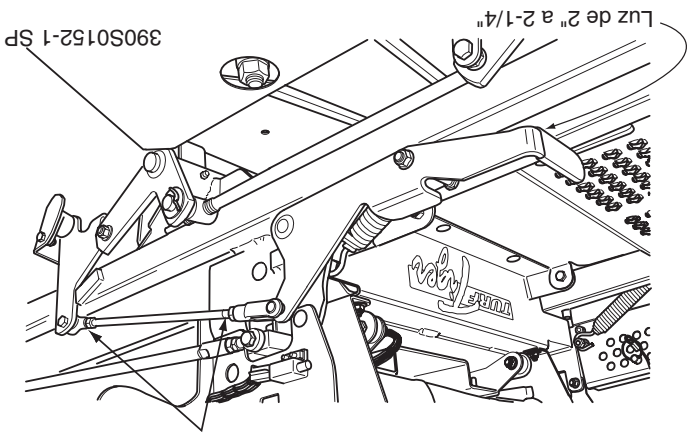

Figura 6-1. Ajuste de freno
2. Con la palanca de freno en la posición desconectada, revise la distancia entre la parte superior del tubo del bastidor y la parte inferior del mango del freno. La distancia debe ser de 2" a 2-1/4" (Vea la Figura 6-1)
3. Si la distancia no es de la medida especificada, ajuste atornillando las contratuercas en ambos extremos de la varilla de control del freno y girando la varilla hasta que se alcance la distancia adecuada. (Vea la Figura 6-1) Apriete las contratuercas.